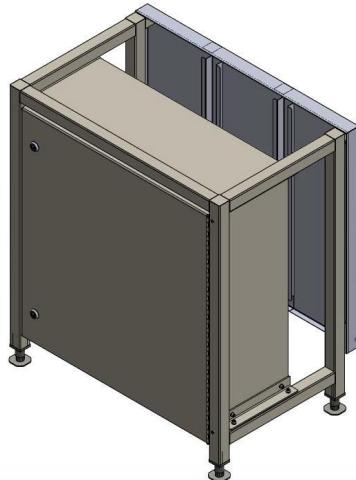

Abb. 11: *Hauptverteiler im Transportzustand*
- ◆ Ziehen Sie beide Arretierungsknöpfe (3) heraus.
- ◆ Nehmen Sie den Deckel (1) samt Halterung (2) ab.
- ◆ Klappen Sie die Halterung (2) in den Deckel hinein.
- ◆ Stecken Sie den Deckel (1) in die Halterung (4), siehe auch Abb. 11:).